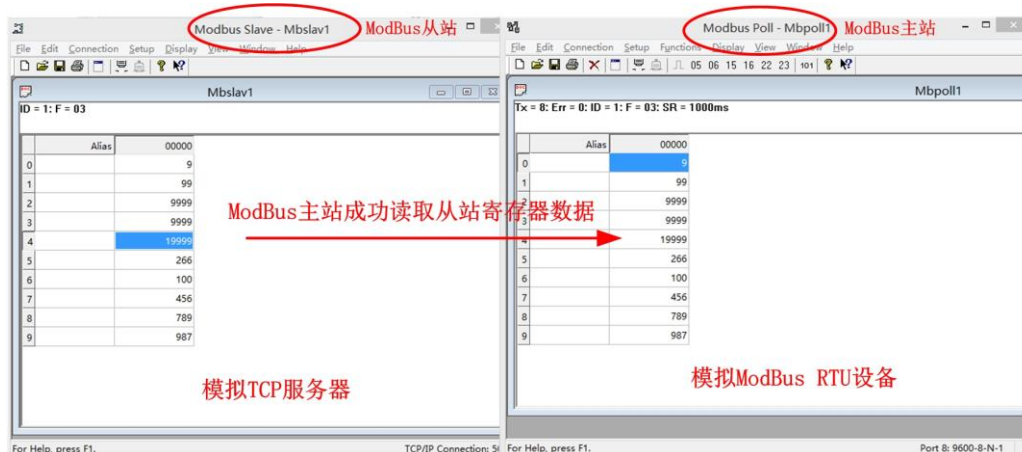

图 5.8 TCP CLIENT 模式下主站成功读取从站数据
4. 按照以上步骤设置完成之后，ModBus RTU 设备就可以通过串口服务器来读取 TCP 服务器设备的寄存器数据了。测试结果如图 5.8 所示。